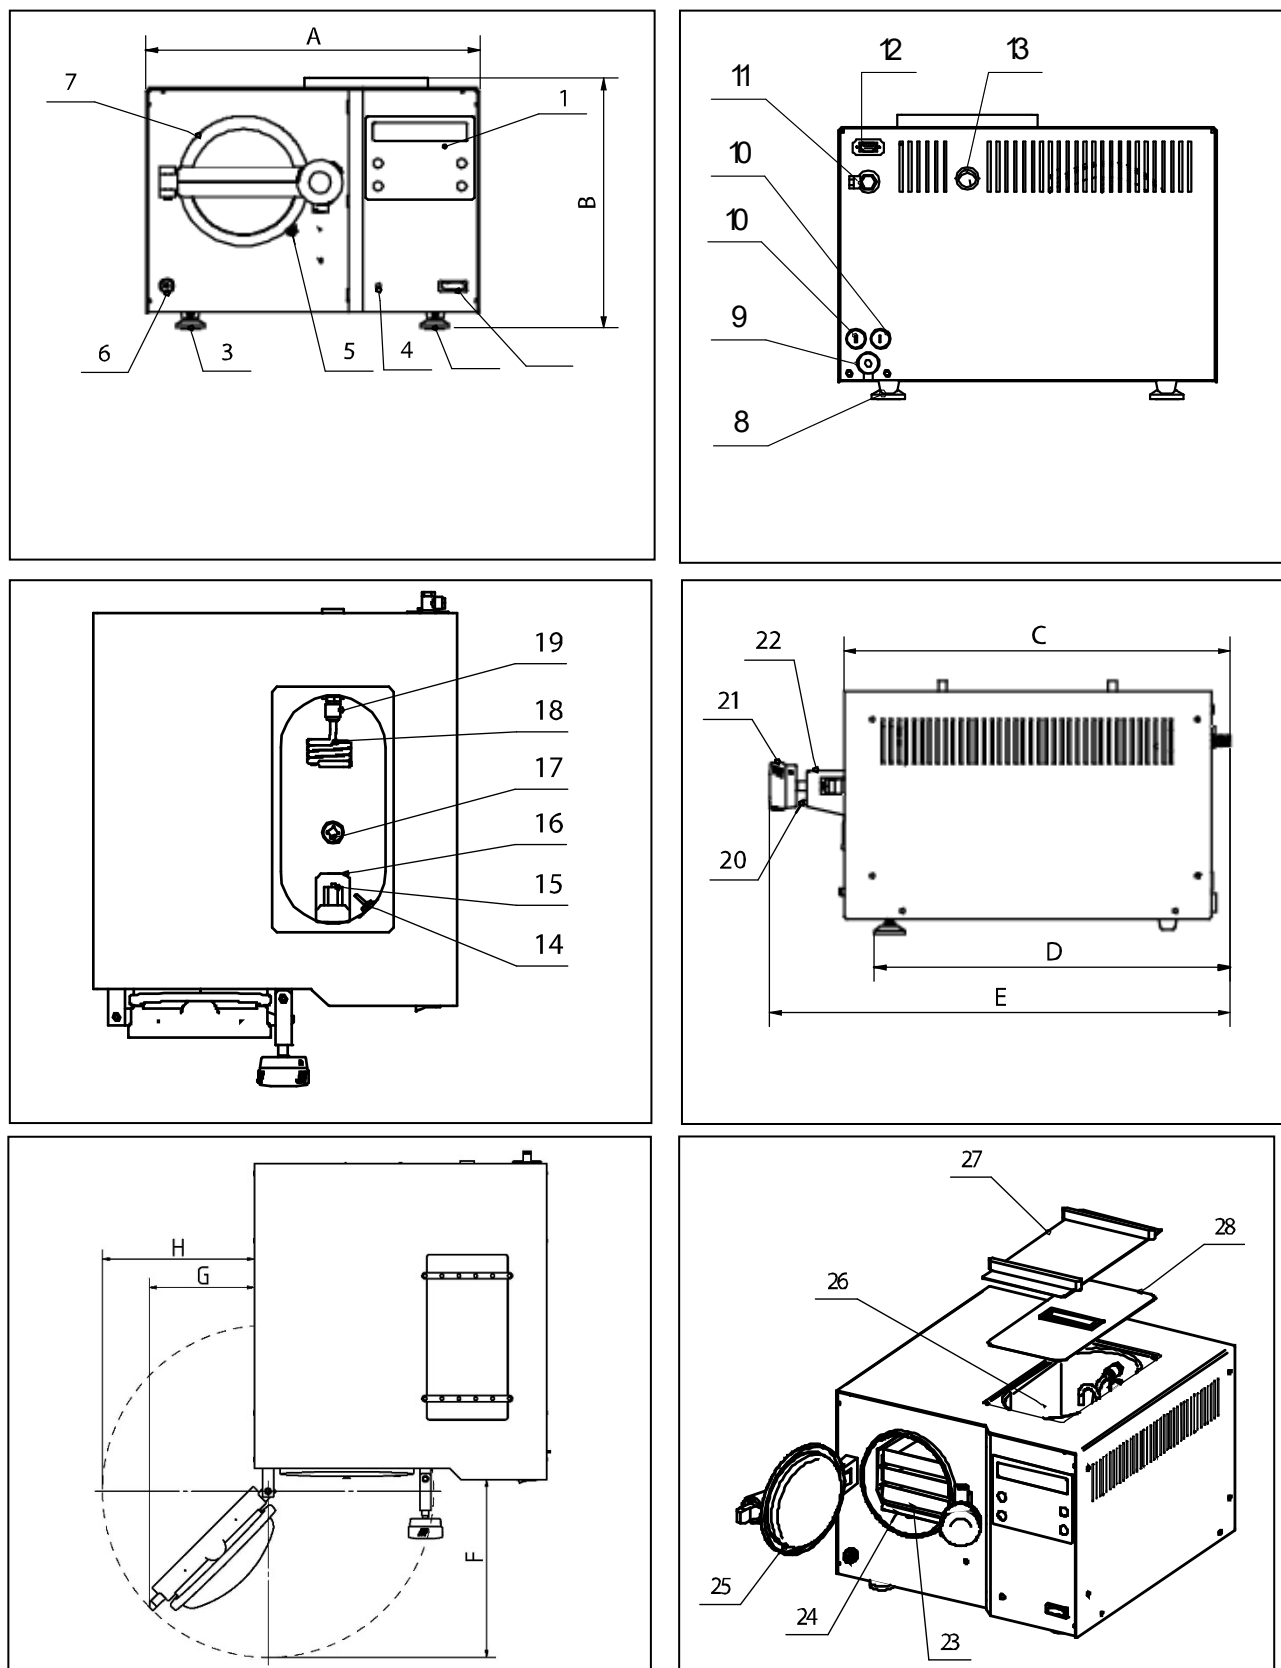

Abb. 1 Geräteansichten
- Bei Anschluss des externen Kondensatbehälters unbedingt die Kondensationswendel Druckablass (Abb. 1, Pos. 18) aus dem Vorratsbehälter entfernen. Täglich den Kondensatbehälter auf seinen Füllstand kontrollieren und rechtzeitig entleeren, um einen Wasserüberlauf und daraus resultierende Wasserschäden zu vermeiden (Keine automatische Niveauüberwachung!).
Bei häufigerem Gebrauch erwärmt sich das Wasser im Vorratsgefäß sehr stark, so dass keine vollständige Kondensation im Vorratsgefäß möglich ist und es zum Dampfaustritt an der Entlüftungsöffnung (Abb. 1, Pos. 13) an der Rückwand des Autoklaven kommt. Unter diesen Umständen kann ein externer Kondensatbehälter (Art.-Nr. 00356) an den Autoklaven angeschlossen und gleichzeitig die Kondensatwendel (Abb. 1, Pos. 18) im Vorratsgefäß entfernt werden. Jetzt arbeitet der Autoklav im Einweg-Verfahren, so dass das je Sterilisation verdampfte Wasser im externen Kondensatbehälter kondensiert wird. Neben der Vermeidung der Überhitzung des Wassers im Vorratsgefäß und dem damit verbundenen Dampfaustritt hat diese Installationsvariante den Vorteil, dass eine Verschmutzung des Wassers im Vorratsgefäß durch im Dampf gelöste Verunreinigungen ausgeschlossen wird und damit für den folgenden Programmablauf wieder saubereres Speisewasser zur Anwendung kommt.
Die Versorgung des Gerätes mit Speisewasser erfolgt aus dem integrierten und manuell zu befüllenden Vorratstank (Abb. 1, Pos. 26). Für eine sichere Befüllung des Vorratsbehälters ist ein Freiraum von mindestens 30 cm oberhalb des Gerätes zu gewährleisten.
Den Netzschalter (Abb. 1, Pos. 2) an der Gerätefront (rechts unten) einschalten.
Den Gehäusedeckel (Abb. 1, Pos. 27) und den darunter befindlichen Deckel des Vorratsbehälters (Abb. 1, Pos. 28) abnehmen. Den Vorratsbehälter mit ca. 3 l Speisewasser füllen. Hierbei ist zu beachten, dass das Wasser nicht die Wasserstandsmarke "MAX" (Abb. 1, Pos. 16) übersteigt. Damit der abströmende Dampf kondensiert und erhöhter Verbrauch an Speisewasser vermieden wird, sollten die Kühlschlangen im
Vorratsbehälter immer vom Wasser bedeckt sein. Deshalb verbrauchtes Speisewasser rechtzeitig nachfüllen – oder besser – das restliche Wasser über den Ablasshahn (Abb. 1, Pos. 6) ablassen und Speisewasser wieder bis zur „MAX“-Marke auffüllen.
Blindkappe am Anschluss für den externen Kondensatbehälter (Abb. 1, Pos. 11) an der Rückwand des Autoklaven entfernen, den Ablaufschlauch (im Lieferumfang des Kondensatbehälters) auf den Anschluss stecken und mit dem Überwurf wieder fest verschrauben.
Den Kondensatbehälter bis zur „MIN“-Marke mit Leitungswasser füllen, und unterhalb des Autoklaven platzieren. Das freie Ende des Ablaufschlauches bis zum Anschlag in die Steckkupplung im Deckel des Kondensatbehälters stecken. Der Ablaufschlauch muss mit **stetigem Gefälle und sackfrei** zum Kondensatbehälter verlegt werden. Abschließend die Kondensatwendel Druckablass (Abb. 1; Pos. 18) im Vorratsbehälter durch nach Hinten drücken des Verriegelungsringes der Steckkupplung (Abb. 1; Pos. 19) entfernen und gut aufbewahren.